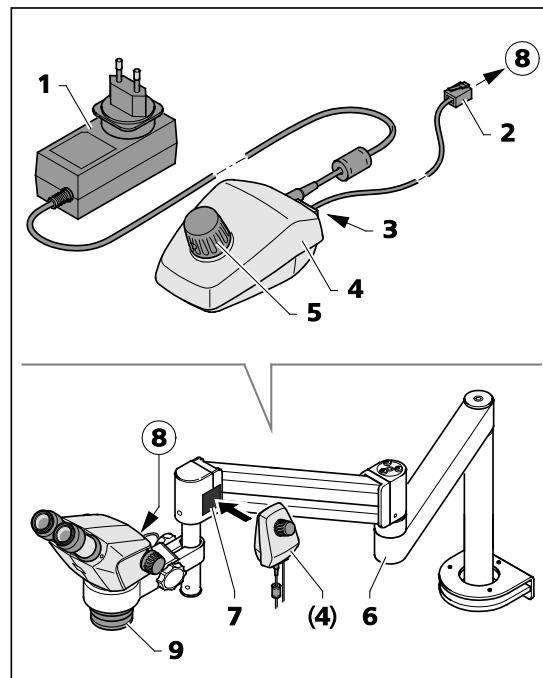

Fig. 24 Controlador K LED
O controlador K (Fig. 24/4) serve para o comando do iluminador vertical do corpo Stemi 305 ou da lâmpada anular no uso de estatívos com braço A ou U ou outros estatívos.
- Aparafusar o sistema adicional 0,5x/185 mm (Fig. 24/9) ao corpo de microscópio.
- Usando a lâmpada anular, montar a mesma mediante o adaptador fornecido (diâmetro interno 58 mm, exterior 66 mm) ao sistema adicional (Fig. 24/9).
- Fixar a placa magnética (Fig. 24/7) por meio do lado adesivo ao estatívo de braço giratório.
- Inserir o cabo de ligação fornecido (1 m de comprimento) (Fig. 24/2) na tomada (Fig. 24/8) situada no corpo de microscópio ou na lâmpada anular e na tomada (Fig. 24/3) disposta no lado posterior do controlador K (Fig. 24/4).
- Adaptar o controlador K (Fig. 24/4) à placa magnética (Fig. 24/7).
- Ligar o controlador K por meio do bloco de alimentação (Fig. 24/1) à rede de corrente.
- Alinhar o estatívo de braço giratório (Fig. 24/6) de maneira que haja uma postura de trabalho ergométrica.
- Apertando o botão rotativo (Fig. 24/5), disposto no controlador K, conectar o iluminador vertical (ou a lâmpada anular) e regular a intensidade luminosa, dando volta ao botão.